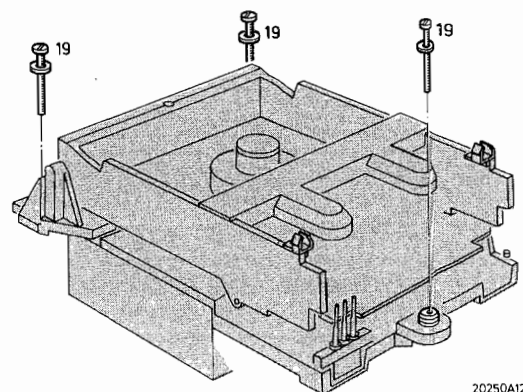
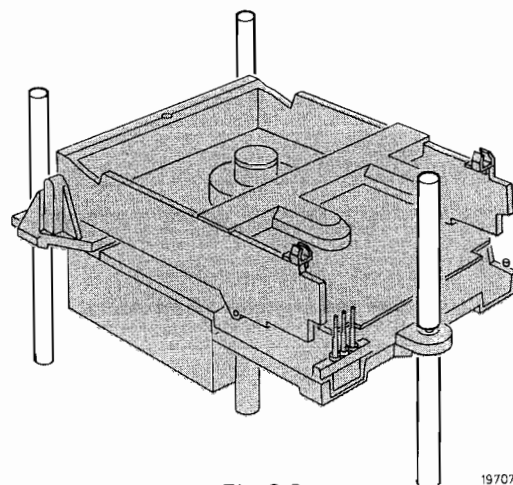

Fig. 2.4
Fig. 2.6
- Die Schrauben 19 (3x) ganz lösen (siehe Abb. 2.4).
- Bei grösseren Reparaturen soll die Verdrahtung des Laufwerks gelöst und das Laufwerk auf die Service-Stützen gestellt werden (siehe Abb. 2.6).
- Cassette aus dem Gerät herausnehmen; den Lift schließen und den Netzstecker ziehen. Die drei Schrauben (Pos. 19 in Abb. 2.4) entfernen und das Laufwerk auf die Service-Stützen über die Befestigungspunkte setzen (Abb. 2.6).